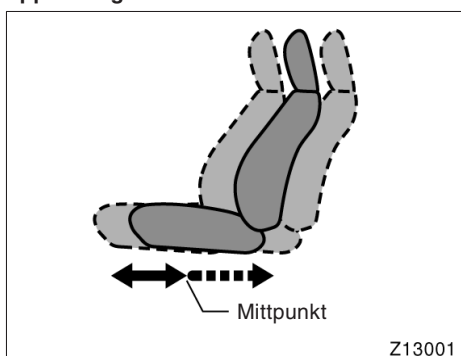

BILD 2
- När du använder originalet systemet Toyota ISOFIX bilbarnstol "TOYOTA DUO" måste framsätet skjutas framåt från mittpunkten och ryggstödet måste vara i upprätt läge. (Se Bild 2.)